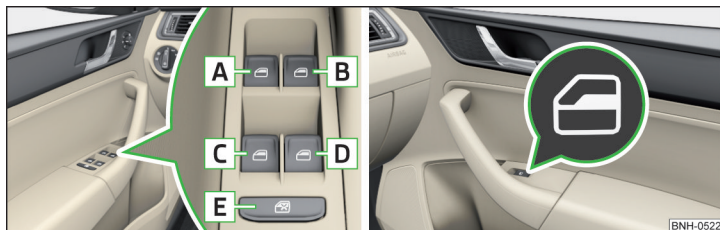

Fig. 37 Tastele geamurilor acționate electric
**Tastele geamurilor acționate electric » fig. 37**
► Apăsați tasta **E** » fig. 37.